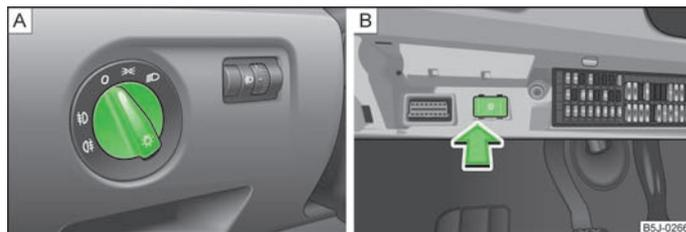

Fig. 20 Plancia: Interruttore luci / scatola dei fusibili: Interruttore per luci diurne
Sui veicoli con **guida a destra** la disposizione degli interruttori è in parte diversa da quella qui » fig. 20 raffigurata. I simboli che contrassegnano le varie posizioni degli interruttori sono però uguali.
- Ruotare l'interruttore delle luci » fig. 20 - [A] in posizione »«.
- Ruotare l'interruttore delle luci in posizione O » fig. 20 - **A**.
- Inserire l'interruttore per le luci diurne » fig. 20 - **B**.
- Disattivare l'interruttore per le luci diurne » fig. 20 - **B**.
- Portare l'interruttore delle luci su luci di posizione » oppure su luci anabbaglianti  » fig. 20 - **A**.